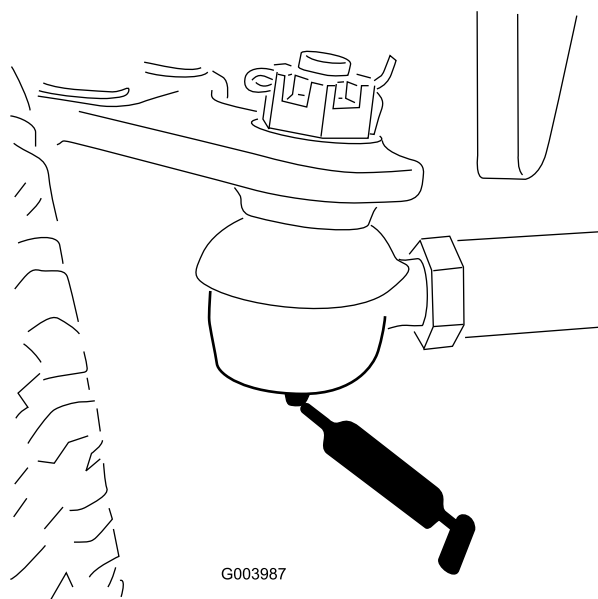

Figure 48
- Bielle d'essieu arrière (2) (Figure 48).